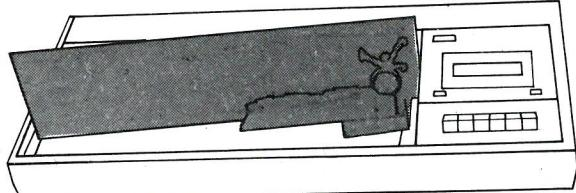

Fig. 2. Servicestilling, AM-del
- Press fremre toppdeksel ca 3 mm bakover så det frigjøres av frontprofilen og løft det rett opp. Hele AM-delen følger da med. Fremre toppdeksel kan deretter settes i en praktisk servicestilling ved hjelp av et spor i høyre monteringskinne, se fig. 2.